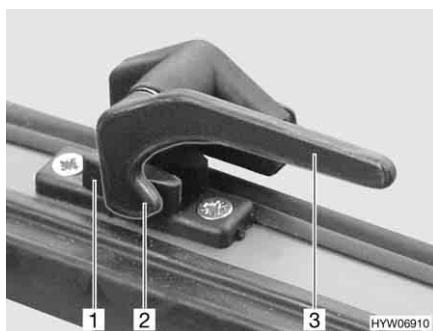

Fig. 18 Leva di serraggio in posizione "Chiuso"
- Ruotare la leva di serraggio (Fig. 18,3) di un quarto di giro verso il centro della finestra.
- Ruotare la leva di serraggio (Fig. 18,3) di un quarto di giro verso il telaio della finestra. Il nasello di chiusura (Fig. 18,2) si trova sul lato interno della chiusura della finestra (Fig. 18,1).
- In posizione "Completamente chiusa" (Fig. 18)